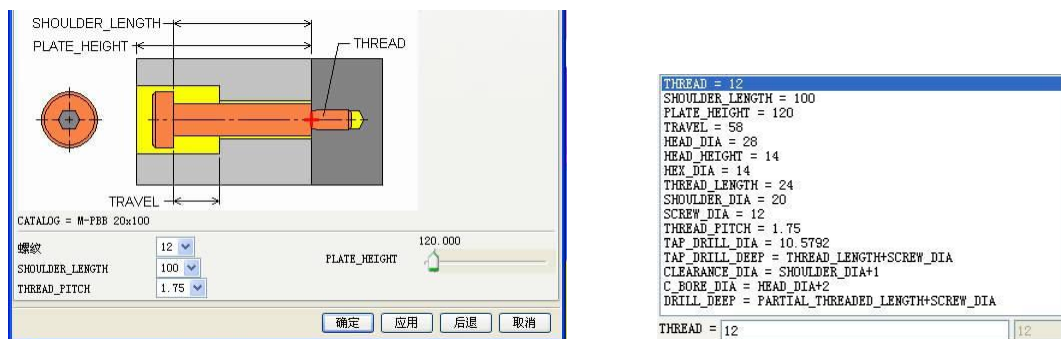

图7-125
6. 在【注塑模向导】工具条中单击【标准件】 按钮，弹出【标准件管理】对话框。在【目录】和【分类】下拉列表中选择【FUTABA_MM】和【Screws】选项，并选择型号为“SHSB[M-PBB]”，然后设置螺钉其他参数，如图 7-125 所示。